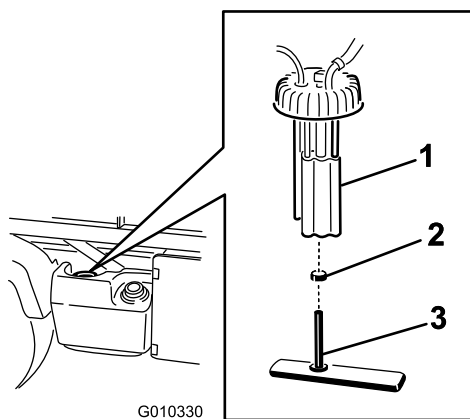

Figura 44
2. Desenchufe los conectores del arnés de cables de la bomba de combustible (Figura 44).
3. Afloje la abrazadera y desconecte el tubo de combustible del tapón de la bomba de combustible (Figura 44).
4. Desenrosque la tapa de la bomba de combustible de la parte superior del depósito de combustible (Figura 44).
5. Retire el conjunto de la bomba de combustible y el filtro de combustible del depósito (Figura 44).
6. Retire la abrazadera que sujeta el tubo del filtro de combustible al acoplamiento de la bomba de combustible. Retire el tubo del acoplamiento (Figura 44).